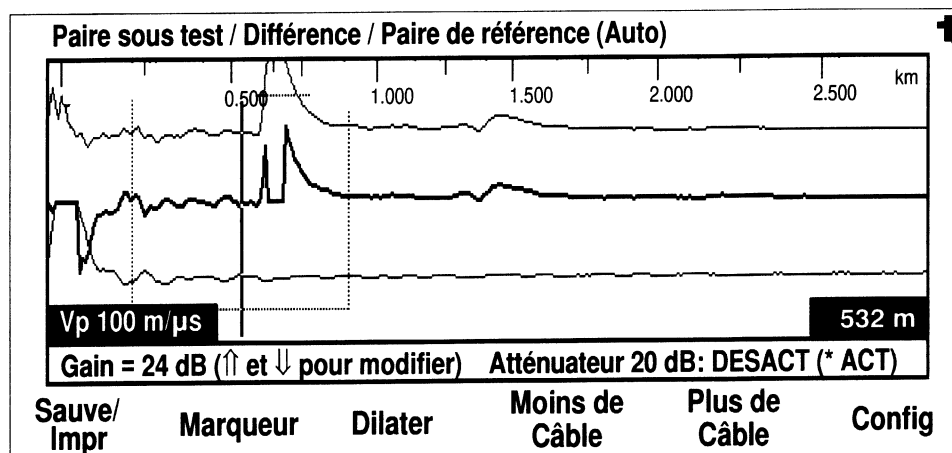

Figure 1–26 : Ecran affichant les deux courbes et leur différence
4. Lorsque le menu Sauve/Impr s'affiche, sélectionnez la courbe sauvegardée que vous désirez télécharger vers le système éloigné à l'aide des flèches verticales (voir figure 1–27).